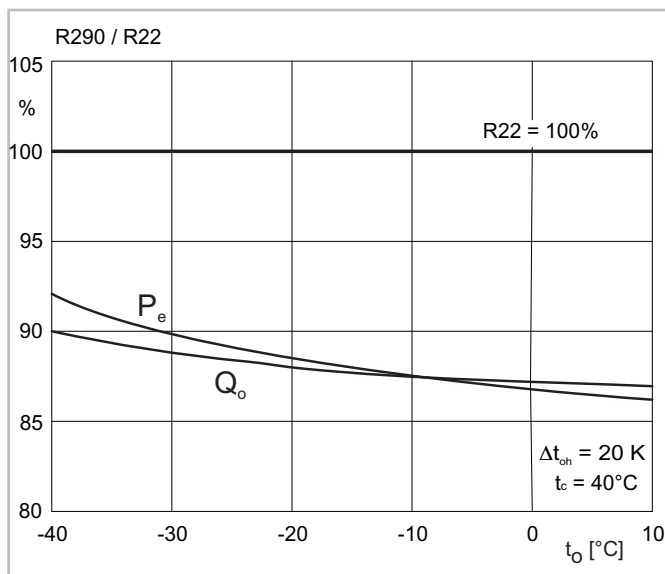
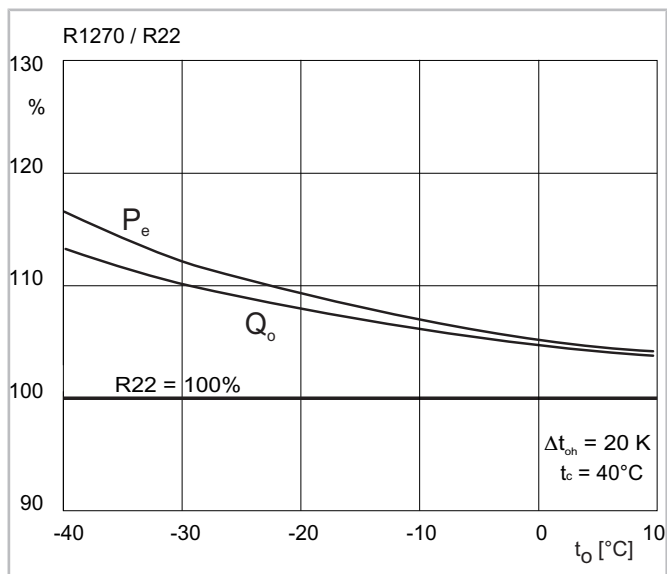

Fig. 7: Comparaison des performances R290/R22 pour compresseurs à piston hermétiques accessibles refroidis par gaz d'aspiration
Fig. 8: Comparaison des performances R1270/R22 pour compresseurs à piston hermétiques accessibles refroidis par gaz d'aspiration
- En ce qui concerne les coefficients de performance (COP), les R290 et R1270 ne diffèrent que peu du R22 (voir figure 7, page 44 et voir figure 8, page 44) et sont donc plus appropriés que les R404A/R507A pour la réfrigération à moyenne température et la climatisation.